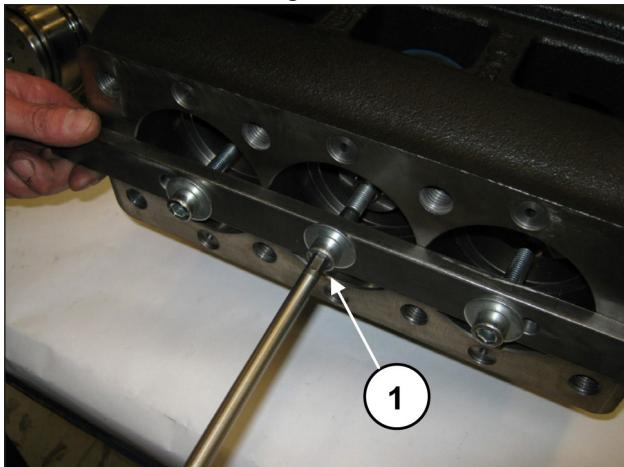

Abb. 32
Drehen Sie die Schrauben des Werkzeugs Art. 27566200 zum Lösen der Pleuelstangen ab (Pos. ①, Abb. 32) und ziehen Sie anschließend die Baugruppe Pleuelstange-Kolbenführung von der hinteren Gehäuseöffnung heraus (Pos. ①, Abb. 33).
Arretieren Sie die drei Baugruppen mit dem entsprechenden Werkzeug Art. 27566200 (Pos. ①, Abb. 32).
Entfernen Sie das Werkzeug zur Sicherung der Pleuelstangen Art. 27566200 (Pos. ①, Abb. 32).